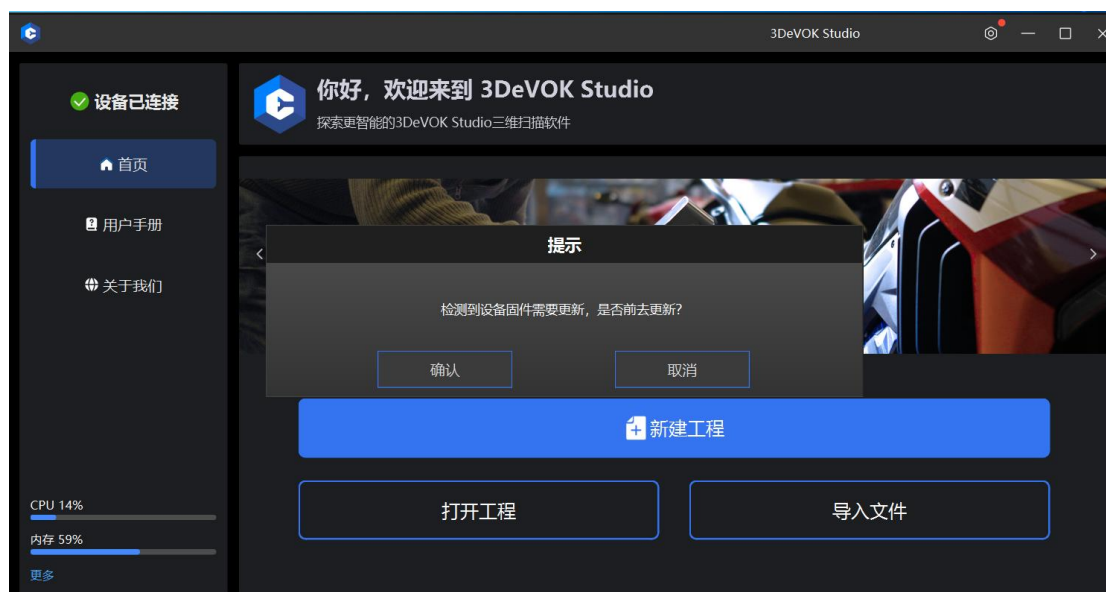

图 5-4 固件版本检测及升级提示
1. 连接设备。联网状态下，软件会自动检查设备的固件是否已经升级到最新版本，并弹出对应提示；首页右上角设置栏亦以红点显示，如图 5-4 所示。